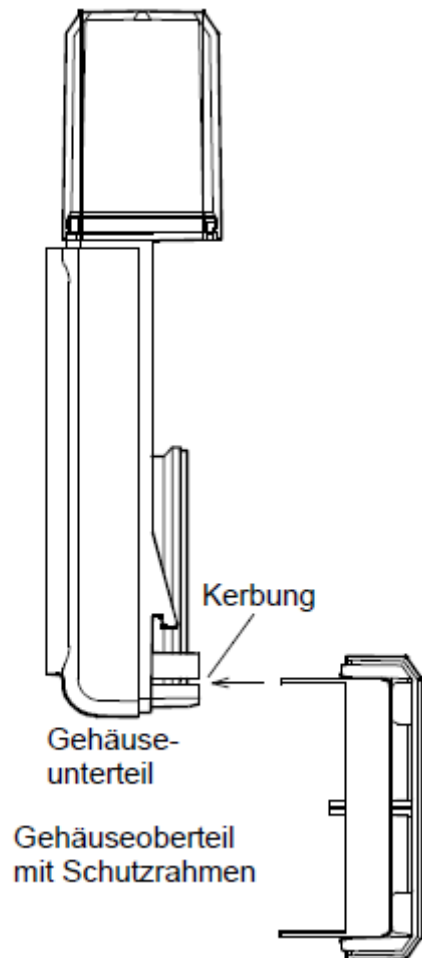

Bild 3: Gehäuseoberteil ablegen
- Zur bequemeren Handhabung bei Montagearbeiten kann das Gehäuseoberteil durch Einschieben in die gekennzeichnete Kerbung (siehe Bild 3) abgelegt werden